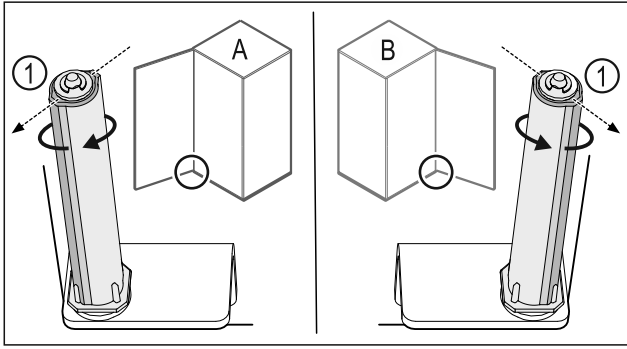

Fig. 32 Butée à gauche (A) / butée à droite (B)
- Tourner le système de fermeture contre la résistance jusqu'à ce que son arête Fig. 32 (1) pointe vers l'extérieur.